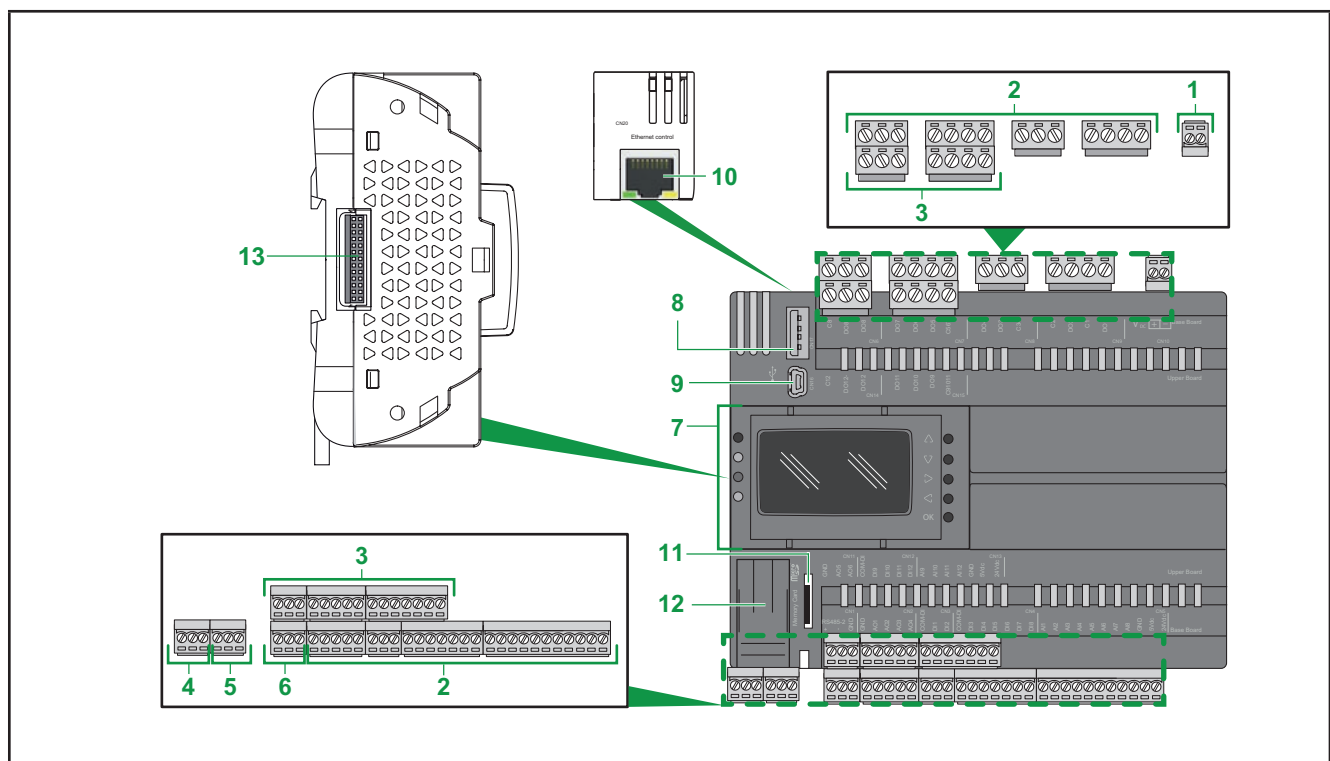

Рис. 3. Основные компоненты контроллера EWCM 9000 PRO
На **Рис. 3 на странице 16** показаны блоки клемм контроллера компрессорных централей на **CO2 EWCM 9000 PRO (HF)**.